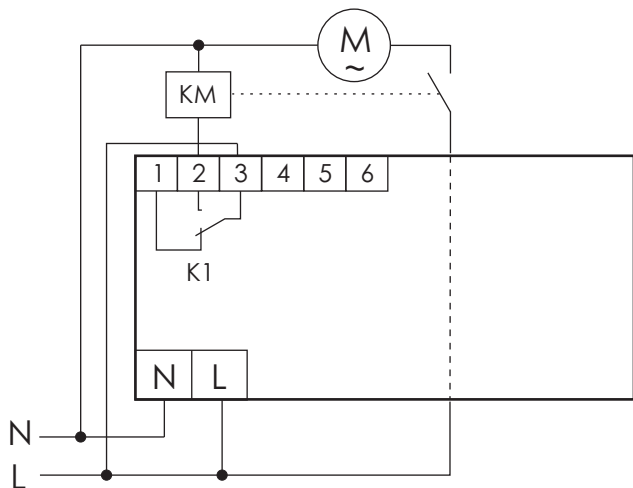

Рисунок 2 - Типовая схема включения изделия AZD-1
1. Собрать схему в соответствии с рис.2